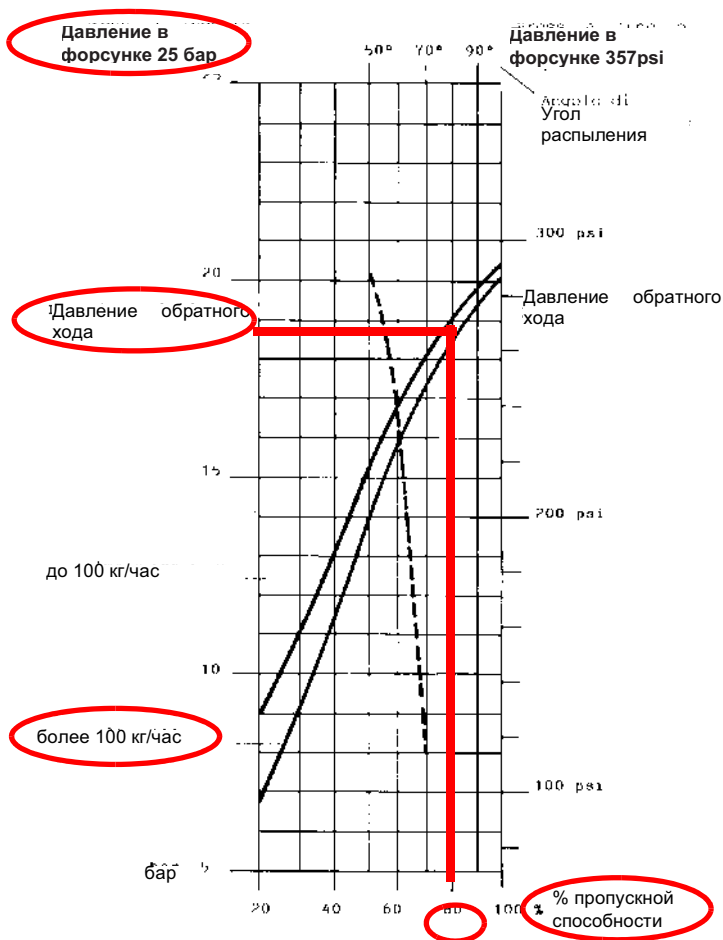
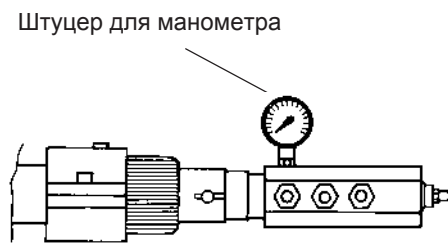

Рис. 20
Рис. 23
Расход дизельного топлива регулируется за счет выбора форсунки (противопоточного типа), соответствующего мощности котла и типу применения размера, а также регулировки давления на прямом и обратном ходе жидкого топлива, согласно данных, указанных в таблице и на графике на Рис. 20 (для считывания давления - читайте последующие параграфы).
Пример : 80% номинального расхода на форсунке можно получить, если установлены форсунки с расходом более 100 кг/час, при давлении на обратном ходе примерно равном 18 бар (см. график на Рис. 20).
- 9 Давление питания форсунки уже отрегулировано заранее на заводе-изготовителе и не должно изменяться. Только в случае необходимости, отрегулировать давление питания (см. соответствующий параграф) следующим образом: установить манометр в положение, указанное на Рис. 23, воздействовать на регулировочный винт **VR** насоса (см. Рис. 22) до получения на форсунке давления в 25 бар (форсунки Fluidics или форсунки Vergonzo- см. графики на Рис. 20 -Рис. 21);
- 13 Сместить кулачок IV (малое пламя на мазутном топливе) в сторону минимальной мощности, с тем, чтобы сервопривод начал закрываться, до тех пор, пока два подшипничка не совместятся с регулировочным винтом, относящимся к самой низкой точке: закручивать винт **V2** для увеличения расхода, откручивать - для уменьшения, с целью получения значения давления, как на графике на Рис. 20-Рис. 21, на основании требуемого расхода.